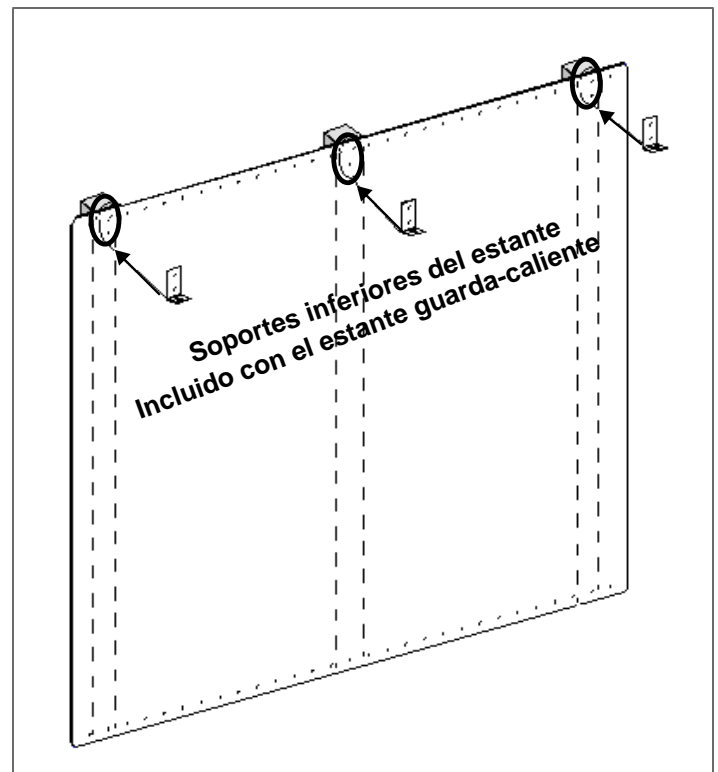

Figura 18: Consola trasera de protección con estante guarda-caliente
3. En el lugar indicado en la Figura 18, fije los soportes inferiores proporcionados con el estante guarda-caliente a través de la consola trasera de protección en los travesaños de pared.